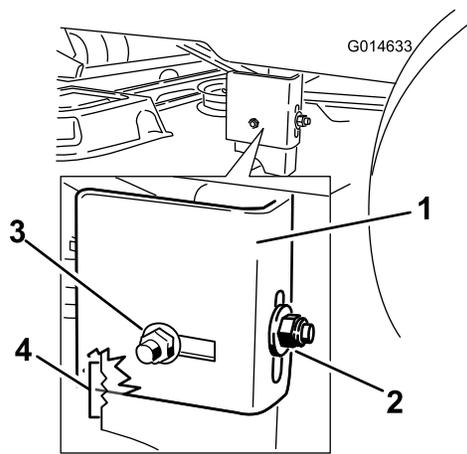

Bild 51
8. Prüfen Sie, ob die seitliche Schlossschraube in der arretierten oder geschlitzten Stellung ist (Bild 51).
9. Wenn die seitliche Schlossschraube in der arretierten Stellung ist, entfernen Sie die seitliche Schlossschraube und seitliche Arretiermutter von der arretierten Stellung und setzen sie in die geschlitzte Einstellstellung ein (Bild 51).
10. Lösen Sie die hintere Sicherungsmutter am Hängeprofil (Bild 51).